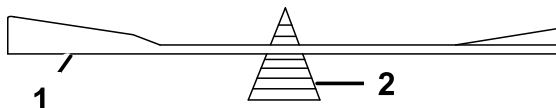

Figura 57
- Verifique el equilibrio de la cuchilla colocándola sobre un equilibrador de cuchillas (Figura 57).